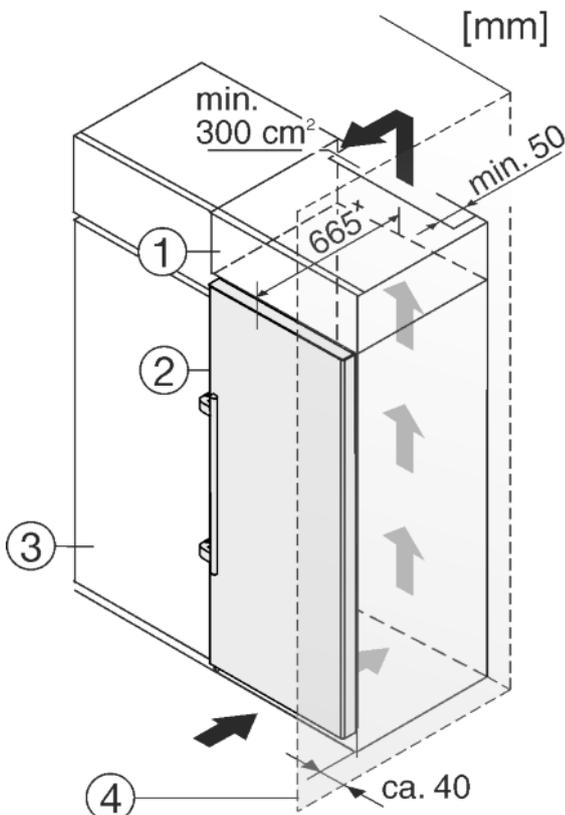

Fig. 22
- (1) Aufsatzschrank
- (2) Gerät
- (3) Küchenschrank
- (4) Wand
Das Gerät kann mit der Kucheneinrichtung umbaut werden. Um das Gerät Fig. 22 (2) der Küchenzeilenhöhe anzugleichen, kann über dem Gerät ein entsprechender Aufsatzschrank Fig. 22 (1) angebracht werden.
Beim Umbau mit Küchenschränken kann das Gerät direkt neben dem Küchenschrank Fig. 22 (3) aufgestellt werden. Um die Tür vollständig öffnen zu können, muss das Gerät mindestens 65 mm* gegenüber der Küchenschrankfront vorstehen. Abhängig von der Tiefe der Küchenschränke und Verwendung von Wandabstandshaltern kann das Gerät weiter herausragen.
Wenn das Gerät mit den Scharnieren neben einer Wand Fig. 22 (4) aufgestellt wird, muss der Abstand zwischen Gerät und Wand mindestens 40 mm betragen. Dies entspricht dem Griffüberstand bei geöffneter Tür.